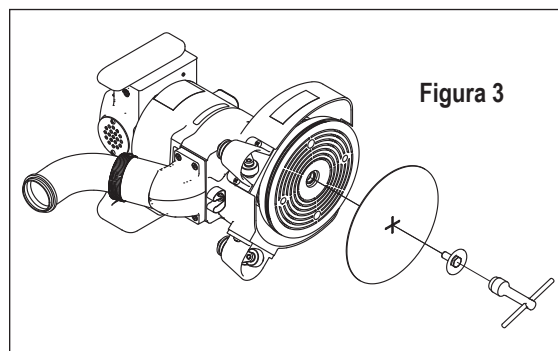

Figura 3
2. Saque el tornillo y el retenedor del abrasivo. Centre el abrasivo sobre la almohadilla y asegúrelo con el retenedor y el tornillo del abrasivo. (Figura 3)